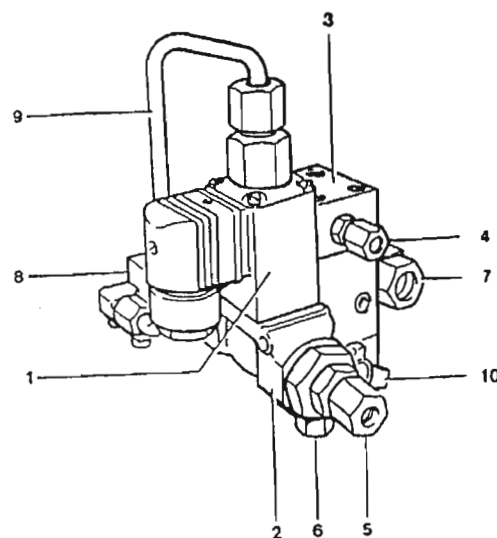

Рис. 44 Автоматическое устройство слива конденсата
Автоматическое устройство для слива конденсата осуществляет слив конденсата из промежуточных сепараторов и сепаратора масла и воды после последней ступени через каждые 15 минут работы. Кроме того, автоматическое устройство для слива конденсата предназначено для слива конденсата из фильтров после отключения компрессорной установки и для разгрузки компрессора на стадии пуска. Автоматическая система слива конденсата (Рис. 44) электропневматическая и состоит из следующих основных частей:
- Раз в неделю открывайте ручной сливной кран (10, Рис. 44).